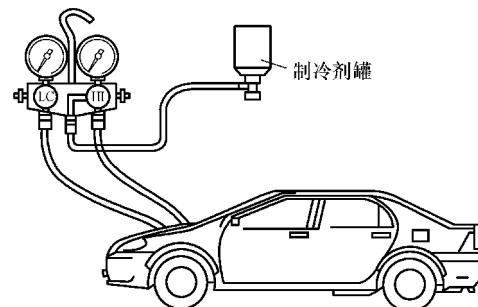

图 7-25 从高压端充注制冷剂
- 3) 打开高压端手动阀至全开位置，如图 7-25 所示，将制冷剂罐倒立，以便从高压端充注液态制冷剂。